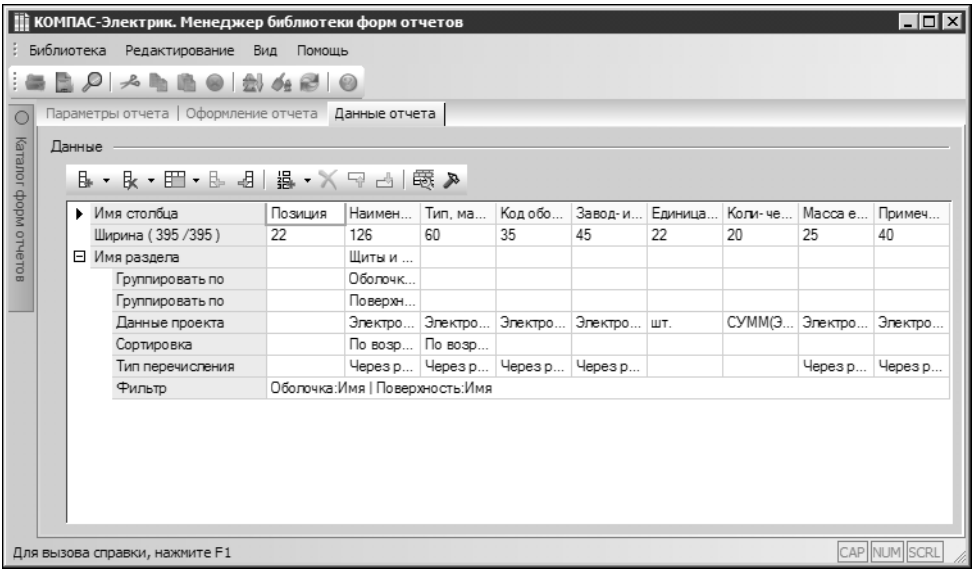

Рис. 14.3. Вкладка **Данные отчета**
- ▼ **Данные отчета** (рис. 14.3 на с. 157).
Во вкладке **Данные отчета** (рис. 14.3) выполняется настройка стиля отчета, т.е. определяется внешний вид отчета.